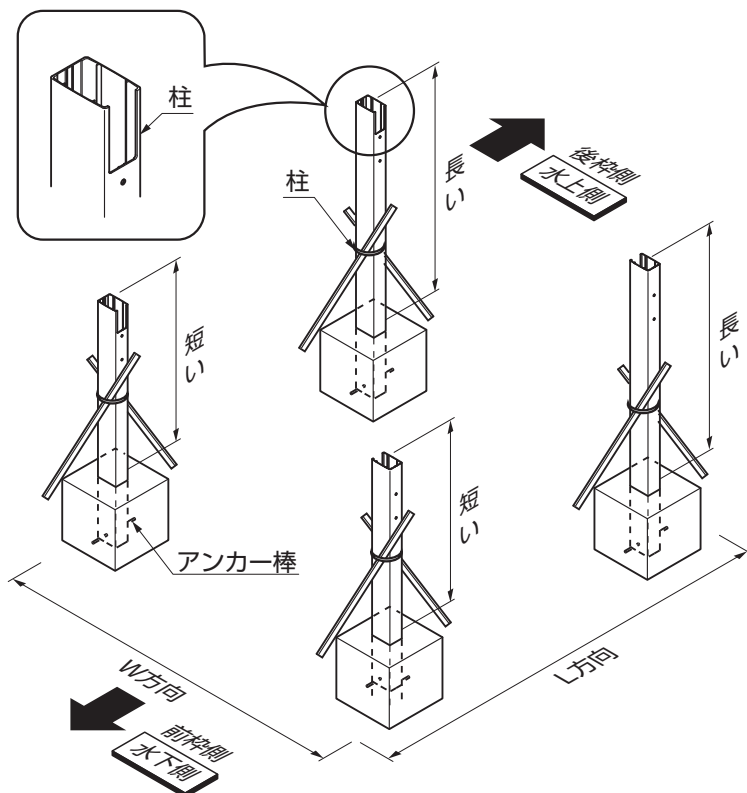

図2-1
① 柱にアンカー棒を差込み、柱を建込んでください。（図2-1 参照）